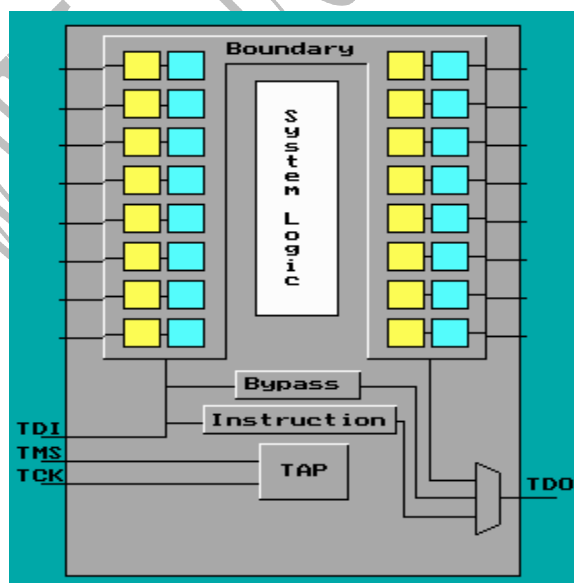

图1 JTAG内部结构图
边缘扫描测试的基本思想是在靠近器件的每一个输入/输出 (I/O) 管脚处增加一个移位寄存器单元和锁存器单元，在测试期间，这些寄存器单元用于控制输入管脚的状态，并读出输出管脚的状态，利用这种思想进行测试。在正常工作期间，这些附加的移位寄存器单元不影响电路的工作。JTAG 内部结构图如图 1（黄色的是移位寄存器，天蓝的是锁存寄存器）：
**案例 1:** XXX板在上电、拔插，常常出现自检不通过现象，单板8条话路都为故障，此时软件复位不能使单板恢复正常(软复位与硬复位的程序入口是相同的)，除非重新上电。其JTAG接口原始电路如附图1所示：
附图1 原始接口电路